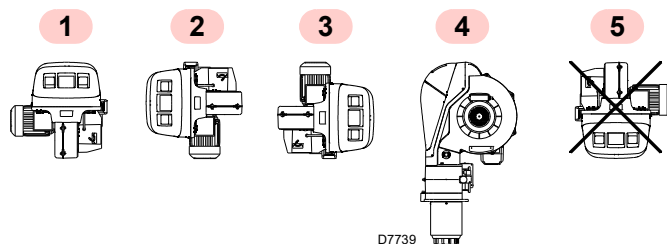

Рис. 15
- Пальник працює тільки в положеннях 1, 2, 3 та 4 (Рис. 15).